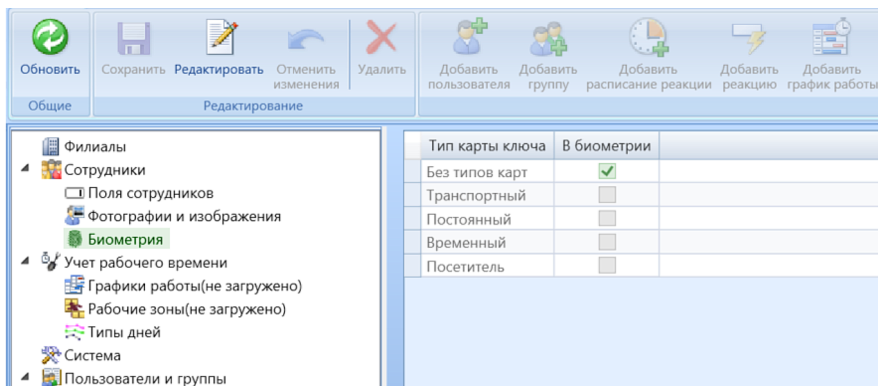

Рис. 14. Настройка распознавания без использования типов карт сотрудников
2. В разделе «Биометрия» через кнопку «Редактировать» поставьте флажок напротив «Без типов карт», если на вашем объекте нет разделения типов карт сотрудников, то выберите нужный тип ключа который будет использоваться для биометрии (рис. 14). Если вы используете один ключ для сотрудника (без типа карт), то в настройках биометрии выбирайте «Без типа ключа». Если вы используете несколько ключей для сотрудника, например Карта и Мобильный идентификатор, то желательно основному ключу присваивать Тип, который и следует выбрать при настройках биометрии.
6. Если сотруднику не присвоен ключ, то нажмите кнопку «Сгенерировать». Проверьте, чтоб в поле «Тип карты» был указан ключ, который был выбран для использования биометрии (см. рис.14).